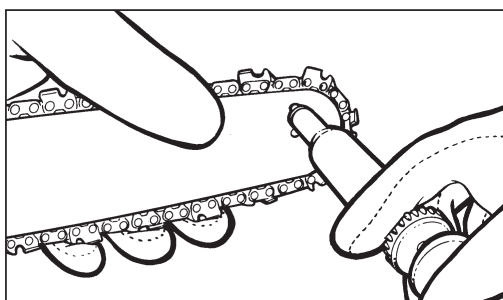

Рис.14
3. Используя шприц-масленку, вставьте нос иглы в отверстие для смазки и введите смазку, пока она не появится в наружном ребре конька наконечника цепного колеса (рис. 14).